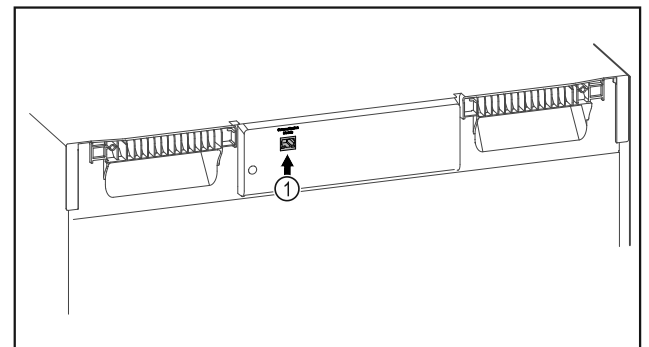

Fig. 94
- SmartModule Fig. 94 (1) se rabi.